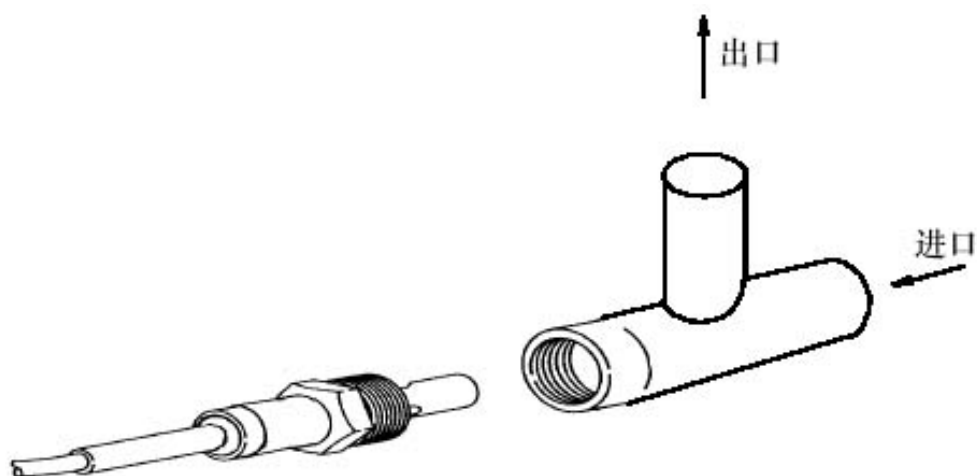
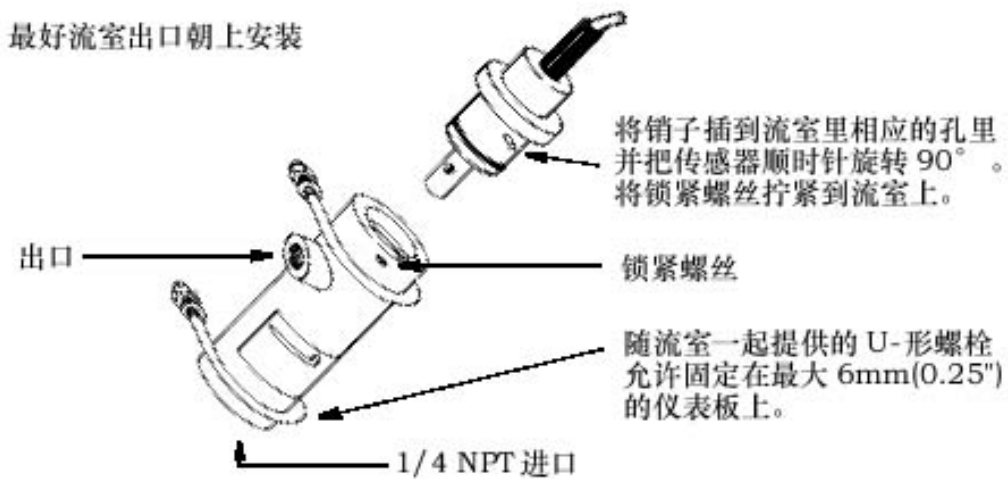

图 3、-A、-F 和-K 型传感器的安装
图 6、-E 型传感器的安装
这些传感器有一个 3/4 NPT 工艺阳接头（见图 3）。这些传感器也可以安装在流室里，这种流室可以从 Foxboro 那里采购到（安装类似于图 6 所示的那样）。
这种传感器连到双绞锁流室中（见表 4 和图 6），或者 1-1/4 或 1-1/2 NPT 双绞锁套管（表 3）中，流室或套管可从 Foxboro 公司买到。使用双绞锁套管，可以将传感器连到用户的 1-1/4 或 1-1/2 NPT 内部工艺接头上。使用流室安装，不推荐垂直对齐。朝上倾斜出口，以 45° 角安装传感器和流室。
**注释：**-A、-F 和-K 型传感器可以安装在带有 3/4 NPT 传感器接头的流室中（在图 6 所示的双绞锁接头位置）。所有其它的流室安装细节都是相同的。